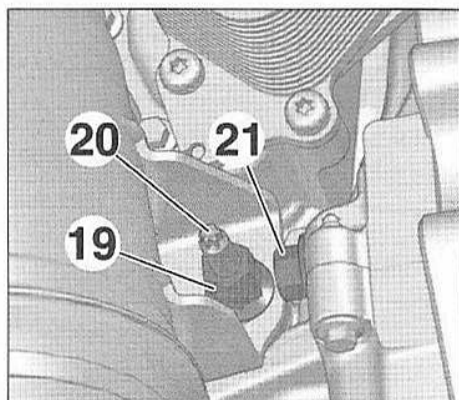

FIG.10
- l'écrou (19) (Fig.10),
- le goujon (20),
- la vis (21),